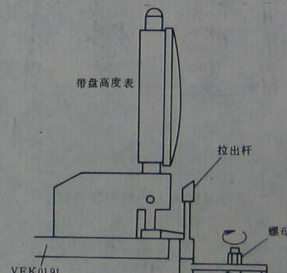

图 1-31 拉出杆高度调整 (1)
8) 按顺时针方向旋转螺母, 使拉出杆的高度稍微降低。再将带盘高度表测量探靴贴近拉出杆, 使达到如图 1-31 所示状态。